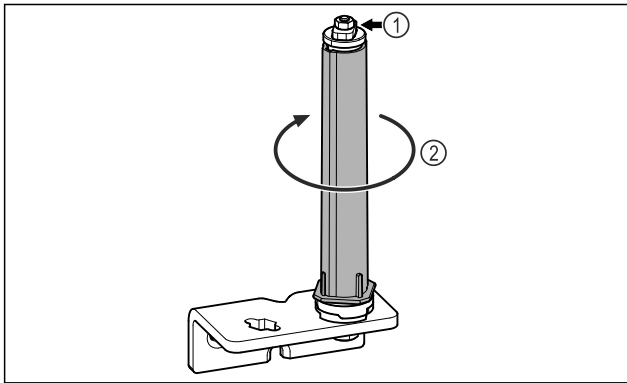

Fig. 28
- ▶ Nerozebírejte uzavírací systém dvířek Fig. 28 (1).
- ▶ Otáčejte uzavíracím systémem Fig. 28 (2), dokud nezacvakne.